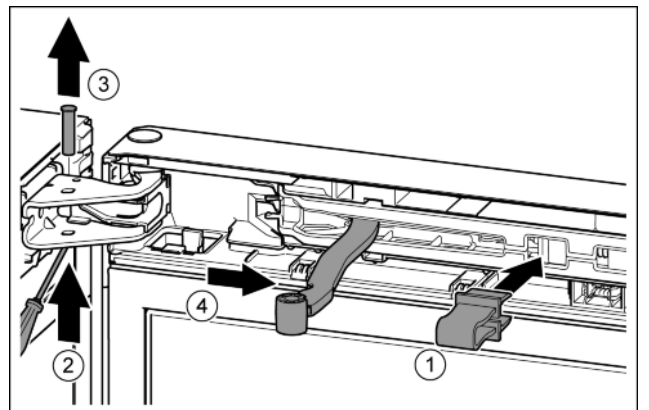

Fig. 8
- ▶ Introduire l'arrêtoir dans l'ouverture. Fig. 8 (1)
- ▶ Desserrer le boulon avec un tournevis. Fig. 8 (2)
- ▶ Sortir le boulon par le haut. Fig. 8 (3)
- ▶ Tourner l'articulation en direction de la porte. Fig. 8 (4)